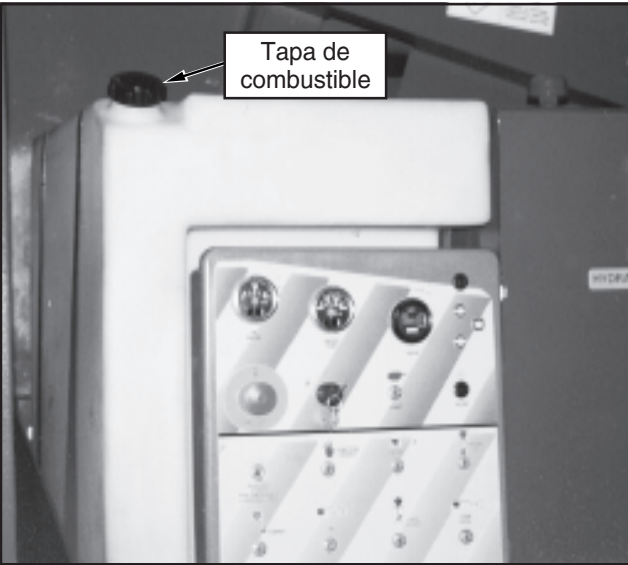

Figura 11: Tanque de combustible
- Abra la cubierta de la torre izquierda, abra la tapa del caño de llenado (ver figura 11).